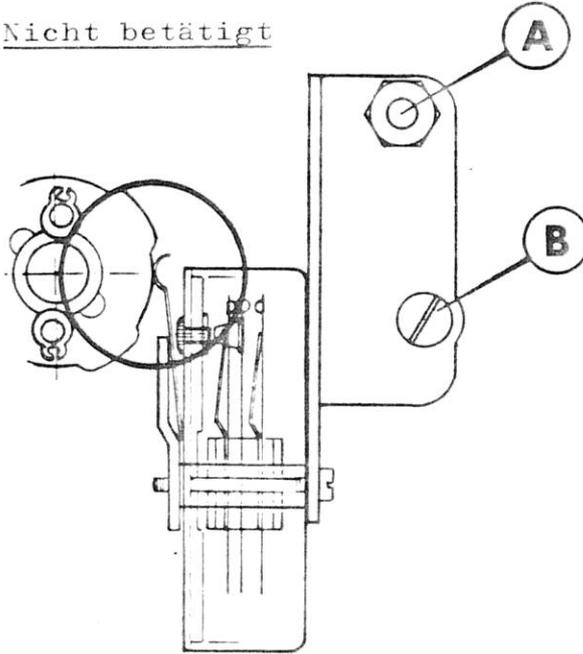

Fig. 4
3.1.1 Der Befestigungswinkel wird durch Lockern der Befestigungen A und B gelöst und das gesamte Paket so verschoben, daß die Lage der Betätigungsfedern übereinstimmt mit den Angaben in den Abb. 4 a und 4 b, wobei die Stanzstation in ihrer Grundstellung sein muß. In dieser Stellung können die Nocken zurückgedrückt werden, wobei zu beachten ist, daß der Paarigkeitsnocken nicht seinen Kontakt betätigt.